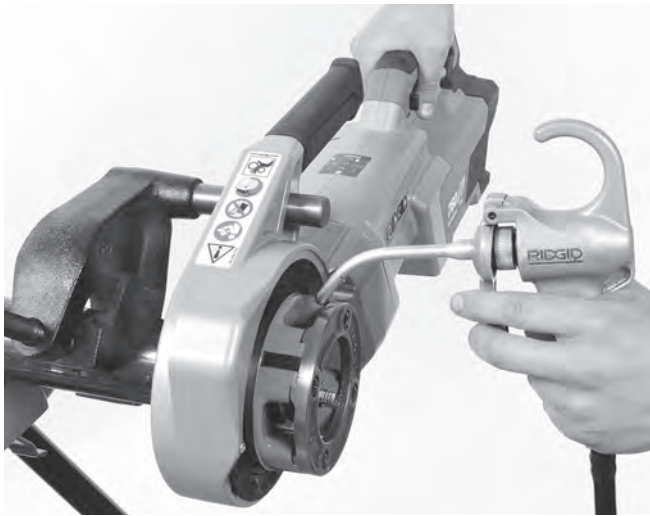

Abbildung 14 – Gewindeschneiden in Rohr
13. Hören Sie auf, auf das Druckkissen oder die Schneidkopf-abdeckplatte zu drücken und tragen Sie eine großzügige Menge RIDGID-Gewindeschneidöl auf den zu schneidenden Bereich auf. Dies verringert das zum Gewindeschneiden erforderliche Drehmoment, verbessert die Gewindegüte und steigert die Lebensdauer der Schneidbacke (siehe *Abbildung 14*).